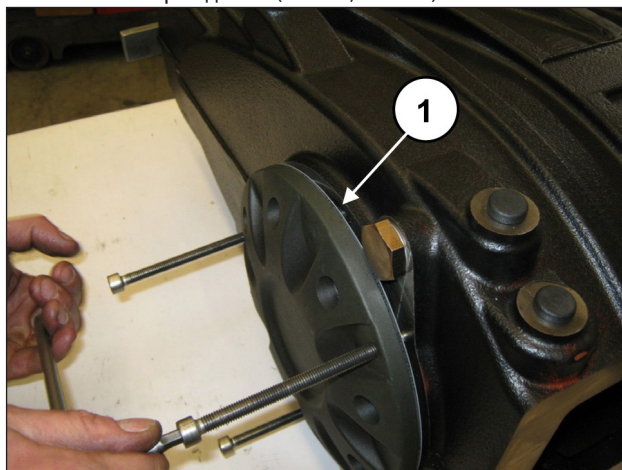

Рис. 29
Закручивайте 3 винта М8 постепенно (поз. ①, Рис. 29), чтобы крышка сильно не наклонилась и не застряла в гнезде.